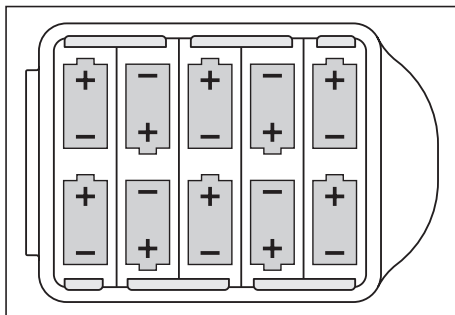

Abb. 20: Batteriewechsel am Generator – Polung der Batterien
3. Legen Sie die neuen Batterien ein. Achten Sie dabei auf die korrekte Polung (Abb. 20).